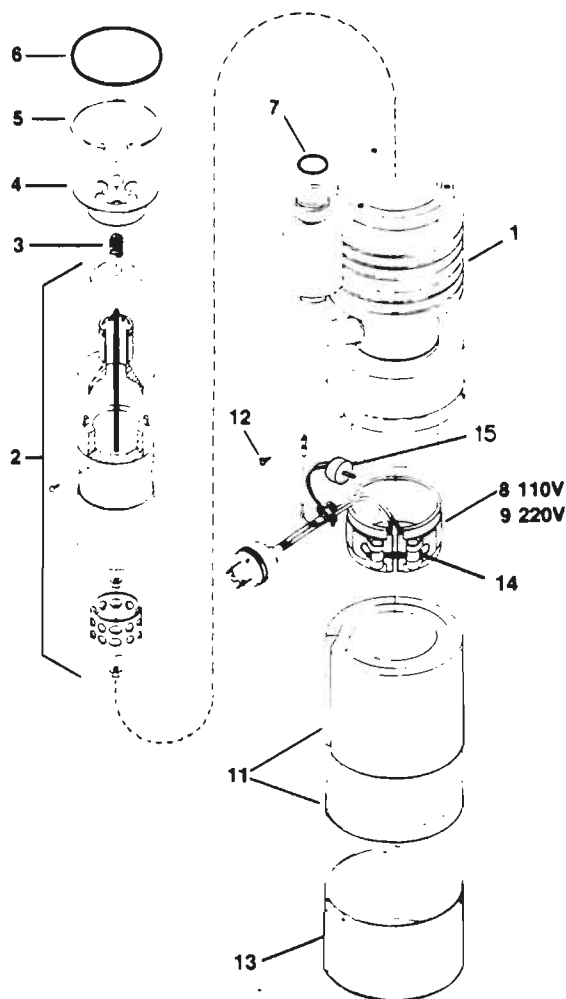

Fig. 8-10. Diffusion Pump
**DIFFUSION PUMP (Fig. 8-10)**